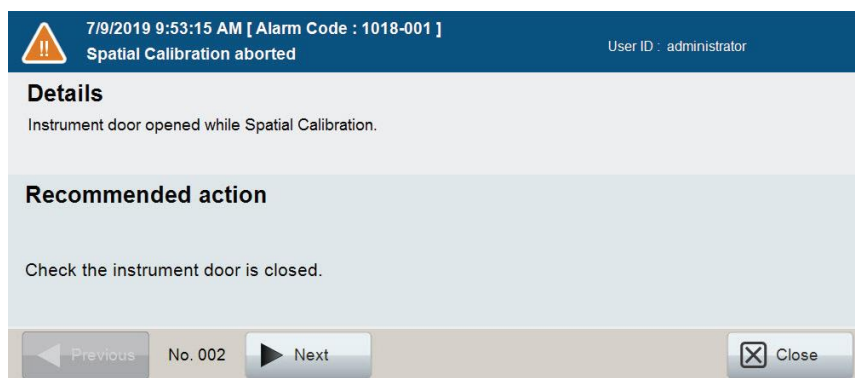

図 112 Alarm Details 画面
3. リストで特定のアラームログを選択し、画面下の **Details**（アラームログを選択するとアクティブになる）を選択すると、そのアラームの詳細を確認できます。（図 112）
- Alarm Detail 画面（図 112）の **Details** と **Recommended action** に表示されている情報を確認します。表示された情報に対処するために、必要な是正措置を亀甲します。エラーコードとその対応のリストについては、セクション 11 を参照してください。